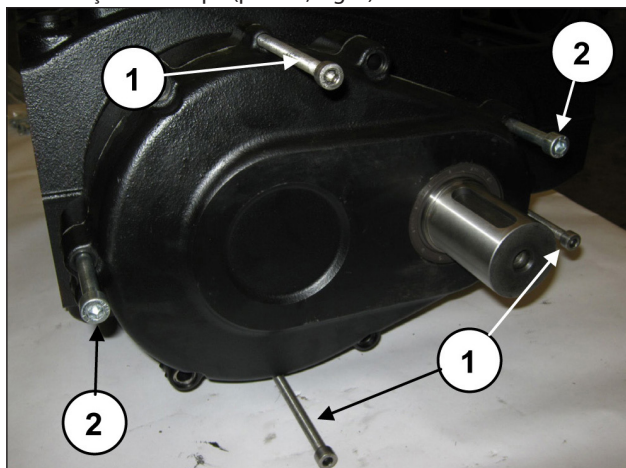

Fig. 5
Posicione os 3 grãos ou parafusos roscados M8 (pos. ①, Fig. 5) com a função de extratores nos respectivos furos e dois parafusos M10 suficientemente longos com a função de sustentação da tampa (pos. ②, Fig. 5).